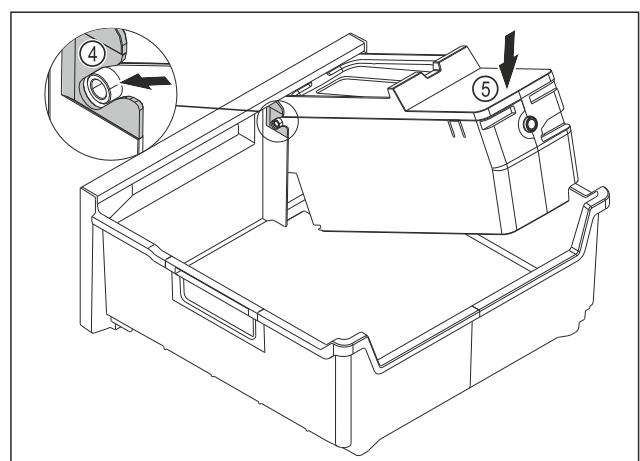

Fig. 108
- EasyTwist-Ice-Körper montieren: Achsen des EasyTwist-Ice-Körpers in die Führungen Fig. 108 (4) einschieben.
- EasyTwist-Ice-Körper Fig. 108 (5) hinten nach unten drücken.